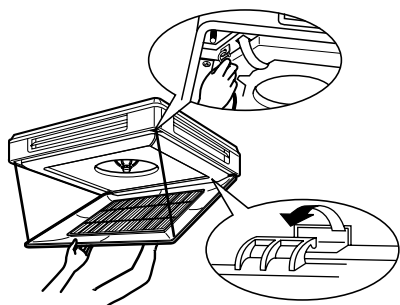

Рис. 4
- 2 Для снятия всасывающей решетки, находящейся в открытом состоянии, протолкните ее вверх, как показано на рисунке. (См. рис. 4)